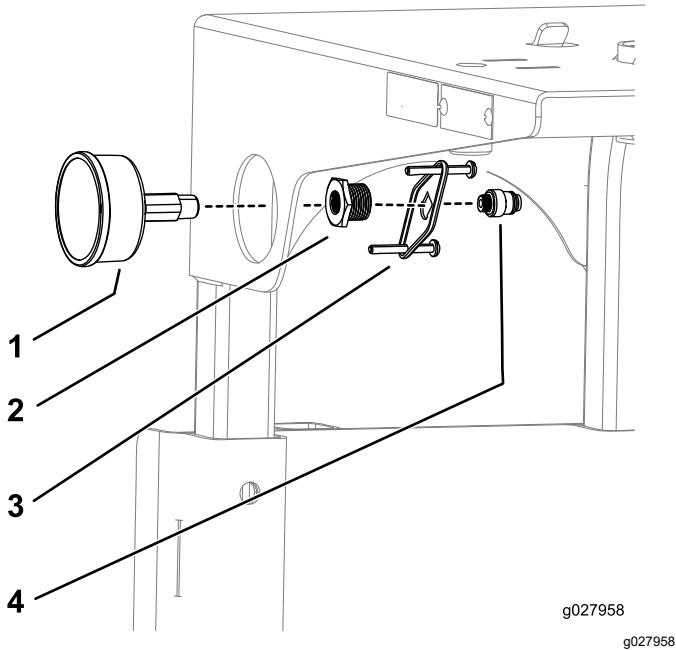

Figure 15
- Appliquez du ruban PTFE sur le filetage du manomètre et montez ce dernier, comme montré à la Figure 15.